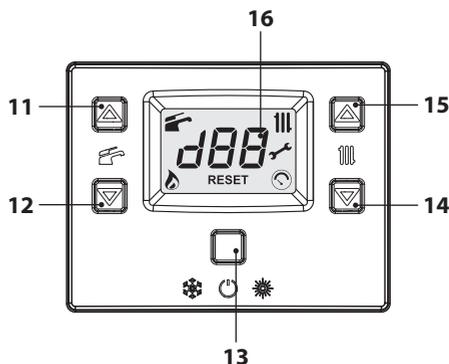
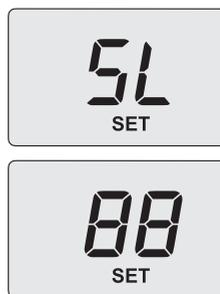

Figura 7.2
Figura 7.10
- Entre en la "modalidad de programación" pulsando simultáneamente durante 10 segundos los botones 13 - 14 - 15 (Figura 7.2) hasta que aparezcan en el display LCD las letras **Pr** alternadas con el número del parámetro **01**, indicando que se ha entrado en el "parámetro 01" (Figura 7.3).
- Desplace los parámetros mediante los botones 14 o 15 (Figura 7.2) hasta que aparezcan en el display LCD las letras **Pr** alternadas con el número del parámetro **09**, indicando que se ha entrado en el "parámetro 09" (Figura 7.4).
- Utilizando los botones 11 o 12 (Figura 7.2) se pueden desplazar los valores de regulación.
- Utilice los botones 14 o 15 (Figura 7.2) hasta llegar al estado **LP** (deshollinador activado al mínimo en agua sanitaria) y pulse el botón 13 para confirmar. El display muestra **LP** alternado con la temperatura máxima en agua sanitaria.
- Utilice los botones 15 o 14 (Figura 7.2) para aumentar o reducir el valor. Espere 3 segundos para que se establezca la presión del gas y luego vea el valor indicado en el manómetro de gas. **Recuerde mantener la evolución ascendente.**
- Pulse el botón 12 (Figura 7.2) durante 5 segundos para memorizar el valor.
- Pulse el botón 11 (Figura 7.2) para pasar a la calibración del mínimo de gas. El display muestra **SL** alternado con el parámetro de potencia mínima absoluta y el mensaje "**SET**" (Figura 7.10).
- Utilice los botones 15 o 14 (Figura 7.2) para
- Pulse el botón 11 (Figura 7.2) para comprobar el valor máximo definido y corregirlo en caso necesario, siguiendo el procedimiento descrito previamente.
- Pulse el botón 11 (Figura 7.2) para comprobar el valor mínimo definido y corregirlo en caso necesario, siguiendo el procedimiento descrito previamente.